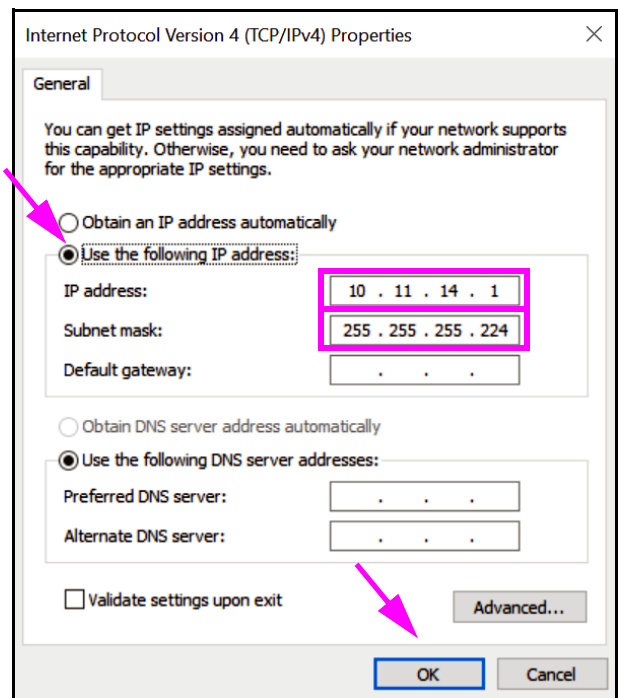

图 2-49. Internet Protocol Version 4 (TCP/IPv4) Properties（Internet 协议版本 4 (TCP/IPv4) 属性）屏幕
9. 在此屏幕上，选择 “Use the following IP address:”（使用以下 IP 地址：）。请参见图 2-49。